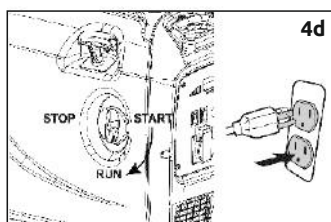

Рисунок 4 – Ручной запуск
1. Поверните тумблер в положение START (рис. 4а)
3. Залейте топливо (рис. 4б).
4. Закройте топливную крышку и переведите флажок в положение ON (рис. 4б).
Шаг 2. Резко потяните шнур до упора (рис. 4с).
1. После запуска двигателя плавно переведите тумблер (через 15-30 сек) в положение RUN (рис. 4д).